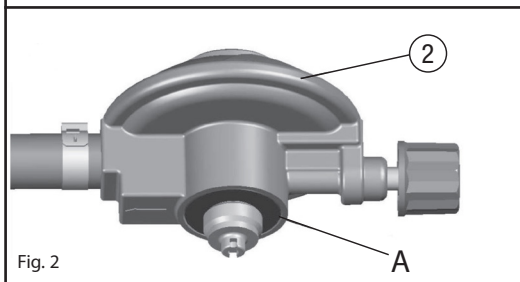

Fig. 2
- S'assurer de la présence et du bon état du joint d'étanchéité «A» se trouvant sur le raccord de sortie du détendeur (2) (fig. 2) avant de fixer le récipient de gaz. Ne pas utiliser un appareil si le joint manque ou est détérioré : le rapporter à votre revendeur.